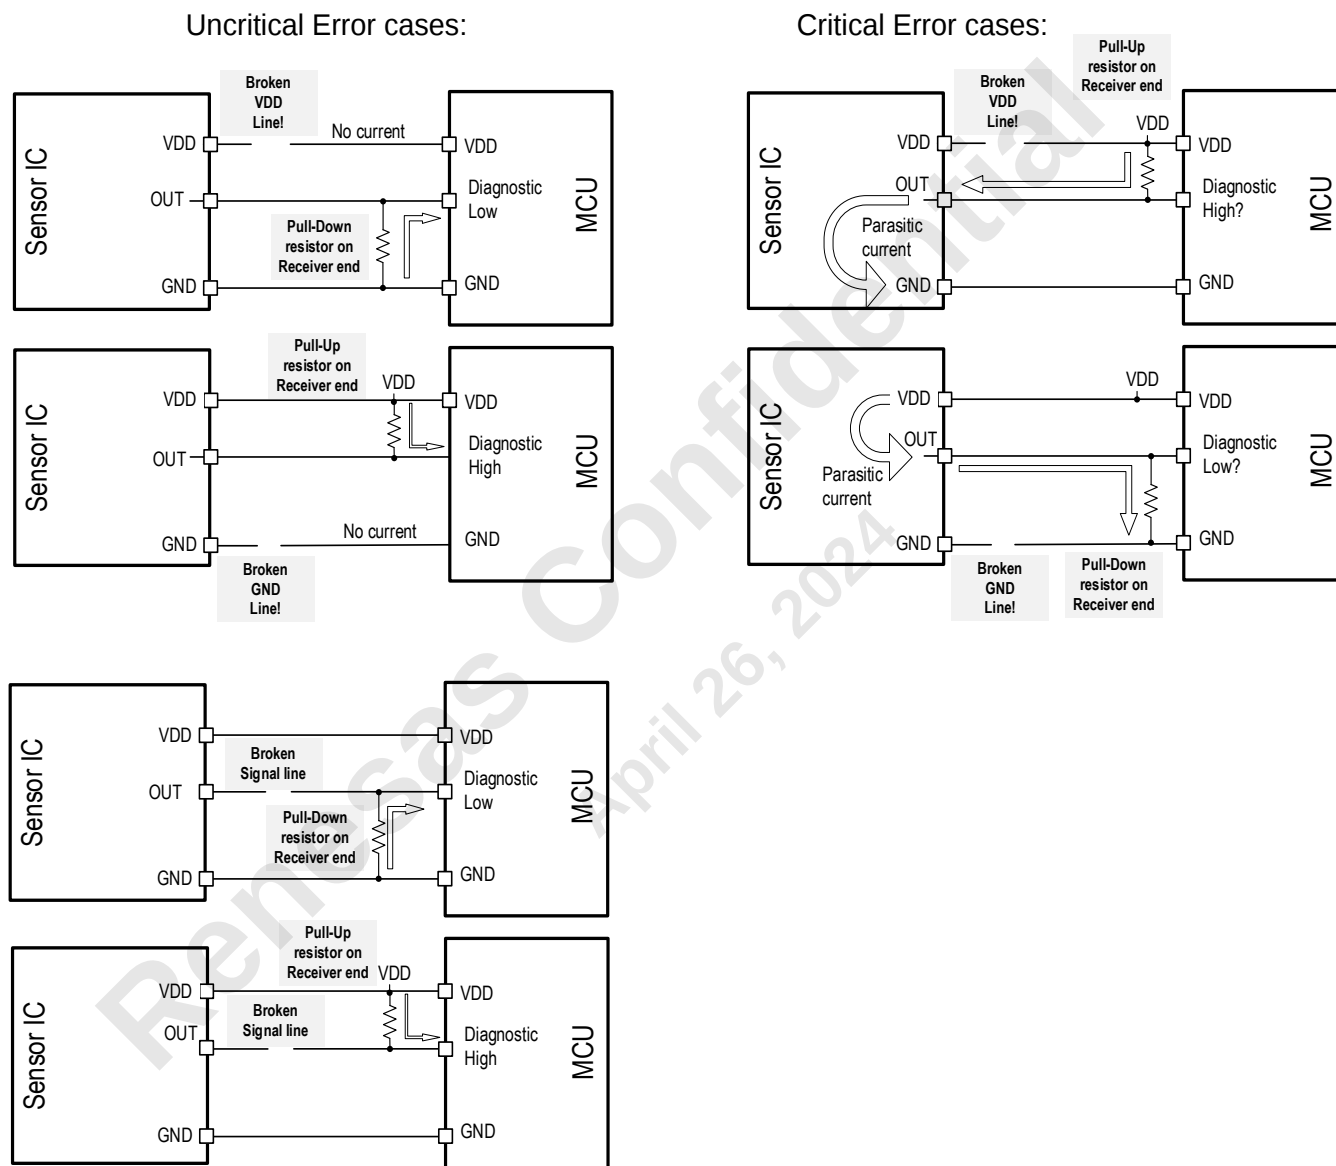

図 25 VDD または GND ラインの断線によるアナログ出力の寄生電流
電源、グランド、またはアナログ出力の断線のほとんどはアナログ出力端子の DC 電圧をモニタすることにより容易に検出可能です。図 25 左列の図を参照してください (OUT は SIN\_SCL、SINN、COS\_SDA または COSN です)。診断エラーまたは信号線断線の場合、影響を受けた端子の DC 電圧は外付けのプルアップ抵抗またはプルダウン抵抗により診断範囲 (diagnostic high または diagnostic low) へ引き込まれます。
- 受信側に外付けプルアップ抵抗が有る場合の VDD の断線 (図 25 右上の図参照):
- 受信側に外付けプルダウン抵抗が有る場合のグランド配線の断線 (図 25 右下の図参照):
| Broken GND line                          | Not critical (図 25 の Uncritical Error cases 参照) |          |         | kΩ |
| Broken VDD line                          | Not critical (図 25 の Uncritical Error cases 参照) |         |        | kΩ |